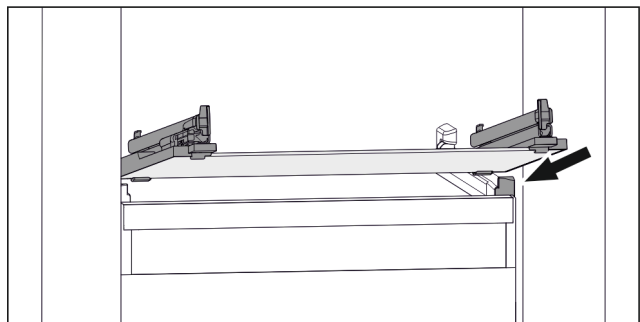

Fig. 105 Beispielhafte Darstellung der Glasplatte
- ▶ Glasplatte schräg hinter den Stopperr aufsetzen. (siehe Fig. 105)